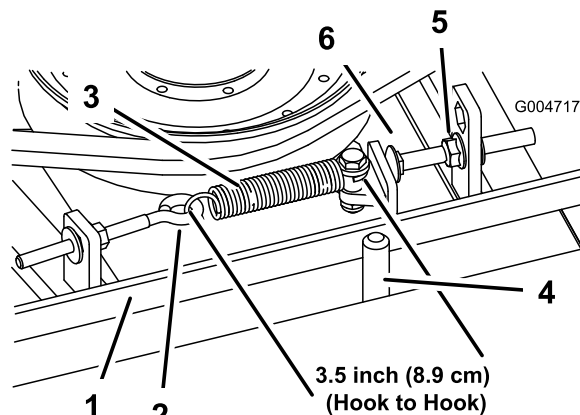

Figure 70
jusqu'à obtenir un jeu approximatif de 3 +1,5/0,0 mm entre la tête du boulon et le bras de la poulie de tension (Figure 70).
Remarque: La courroie doit être placée du côté ressort du guide (Figure 70).
2. Desserrez le boulon à œil pour pouvoir enlever le ressort d'extension (Figure 70).
3. Desserrez l'écrou à embase qui fixe le boulon de butée à la patte de montage. Reculez l'écrou suffisamment pour que le bras de la poulie de tension passe le boulon de butée (Figure 70). Éloignez la poulie de tension de la courroie pour détendre cette dernière.
8. Raccrochez le ressort d'extension (Figure 70) au boulon à œil et tendez la courroie comme suit :